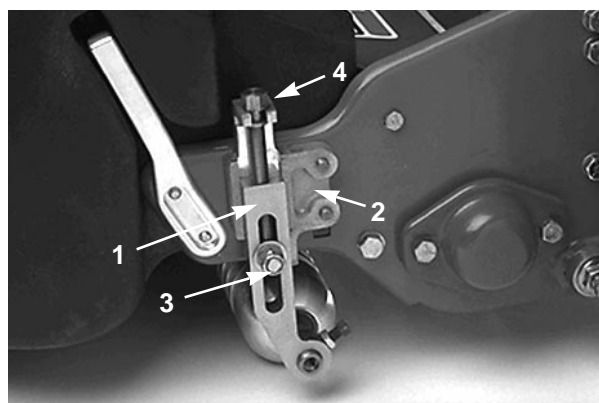

Figura 6
2. Liberte as porcas de aperto que fixam os suportes de altura de corte às placas laterais (Figura 6).